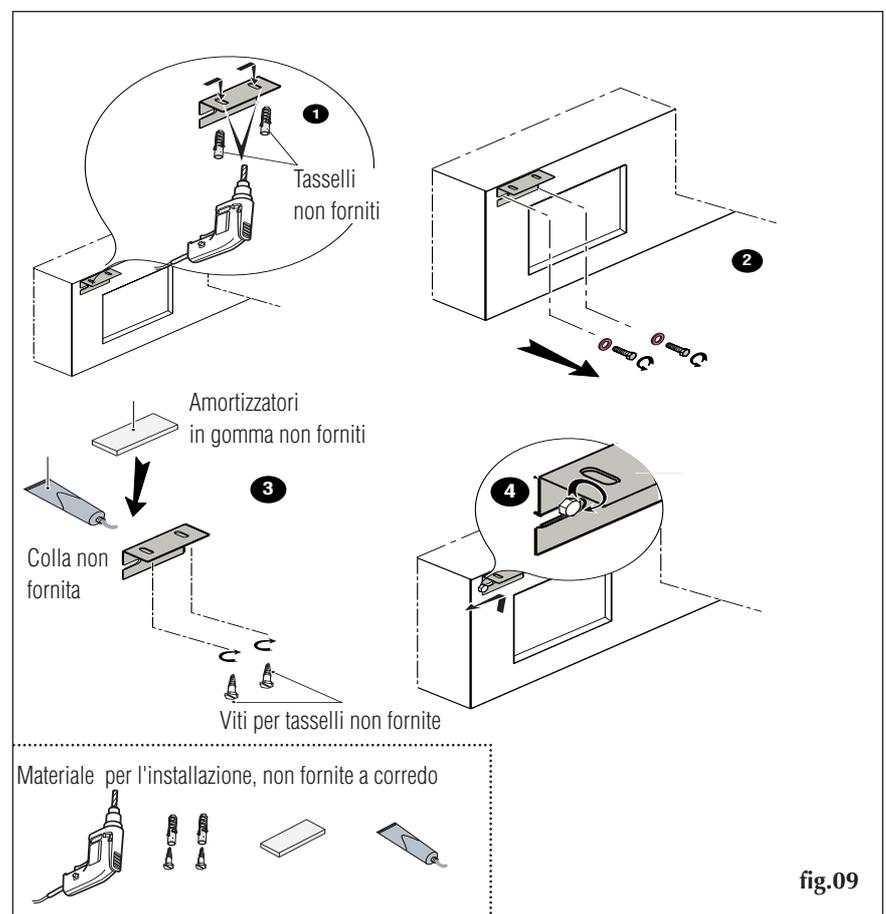

fig.09
- eseguire i fori sulla parete in corrispondenza dei punti indicati nelle fig.09 (punto 1);